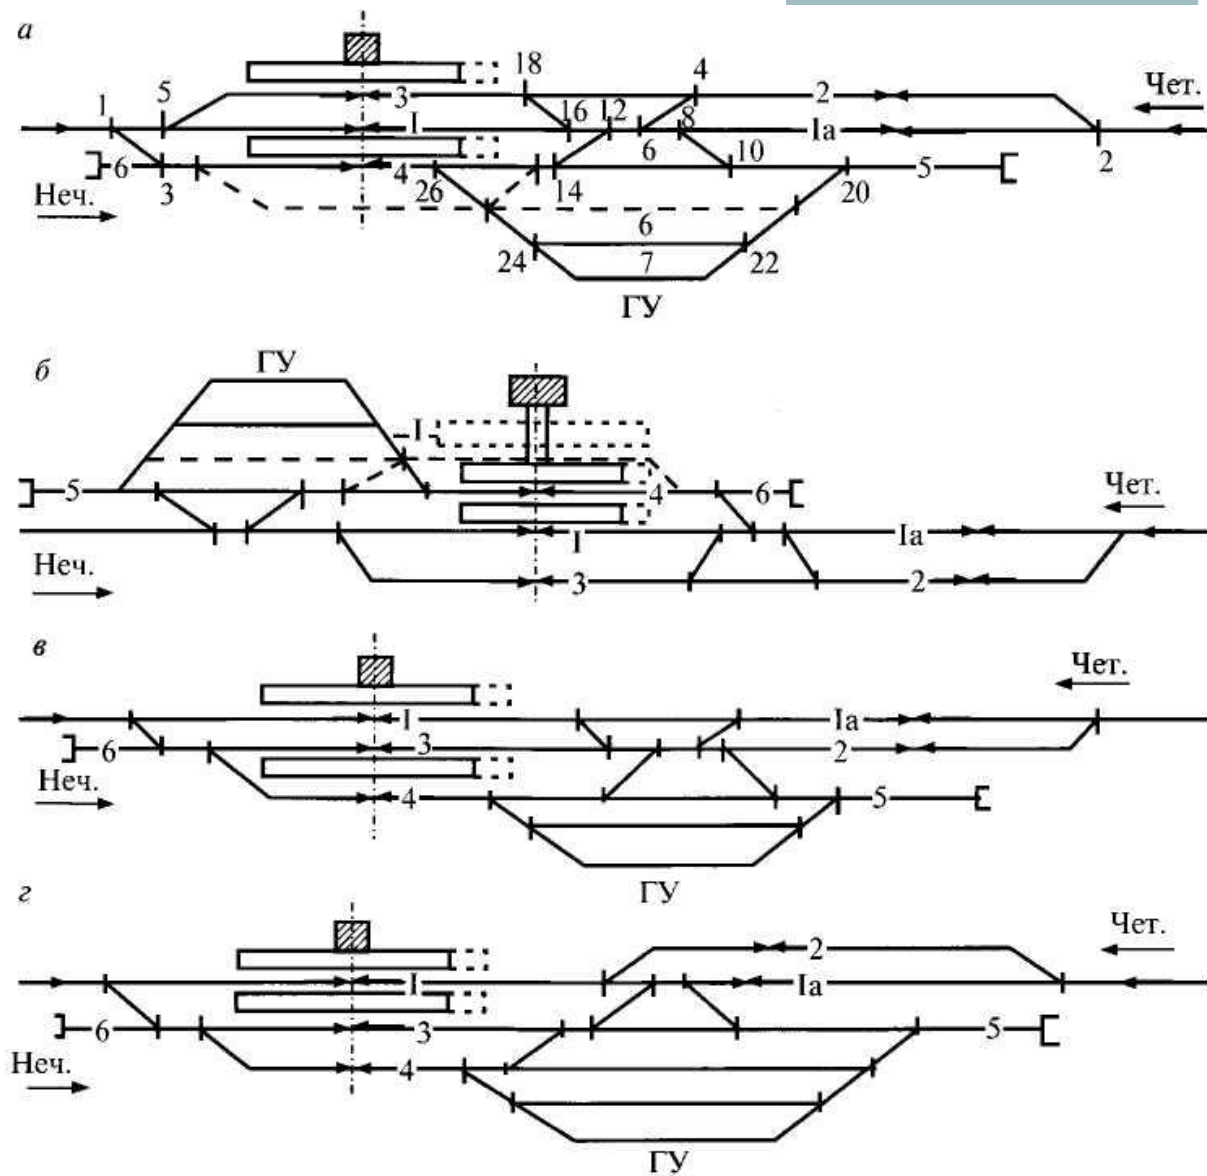

Рис. 3.4. Схемы промежуточных станций на однопутных линиях с продольным расположением путей
- Если на погрузочно-выгрузочном пути находятся вагоны, то локомотив отцепляется от состава, заезжает на погрузочно-выгрузочный путь 7, прицепляется, вытягивает вагоны на вытяжку 5 и переставляет их на выставочный путь 6. Затем локомотив заезжает на 4 путь, прицепляется к группе вагонов в адрес станции, вытягивает ее на вытяжку 5 и переставляет на погрузочно-выгрузочный путь 7, а затем заезжает на выставочный путь 6, забирает группу вагонов и переставляет ее на 4 путь, прицепляется к составу, выполняется опробование автотормозов и поезд отправляется. Аналогично выполняется работа на всех станциях. Сборный поезд принимается на 4 путь. В схемах на рис. 3.4, б и 3.6, б сборный поезд может приниматься на путь 3 и 4.